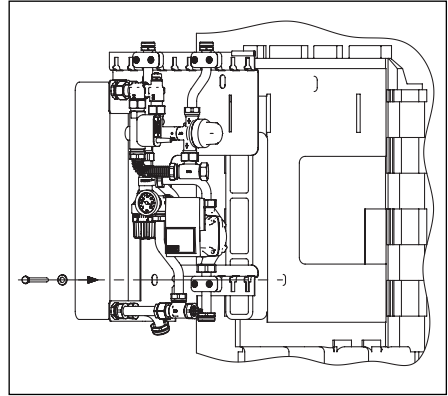

Abb. 12 Montage Frischwasserstation
- Die Frischwasserstation in die Halterung einhängen (Abb.12/13)